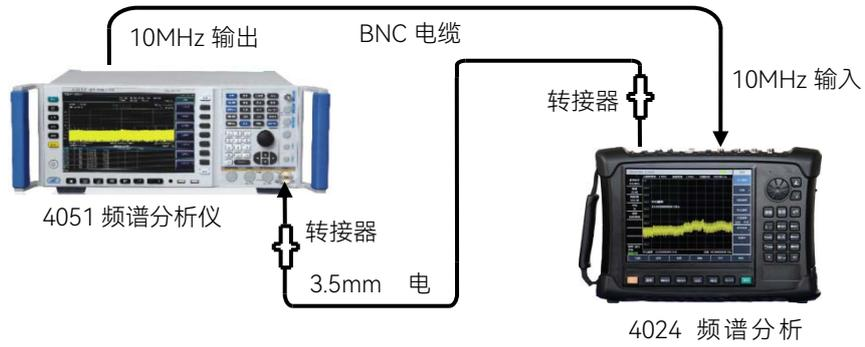

图 14.25 跟踪源谐波失真测试框图
- 1) 如图 14.25 连接测试设备, 4024 射频输出通过转接器和电缆接到 4051 的射频输入端口, 4051 为 4024 提供 10MHz 频率参考;